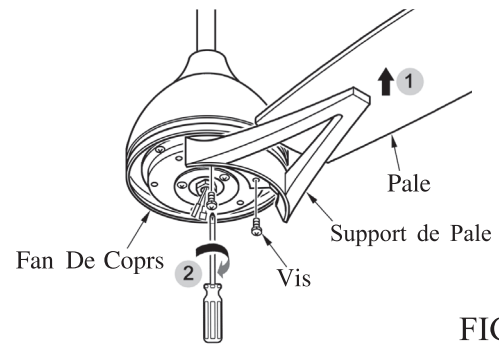

FIG.11
- Fixer chaque assemblage de pale sur le corps du ventilateur en utilisant les vis du support de pale. Les serrer fermement. (Voir fig. 11)